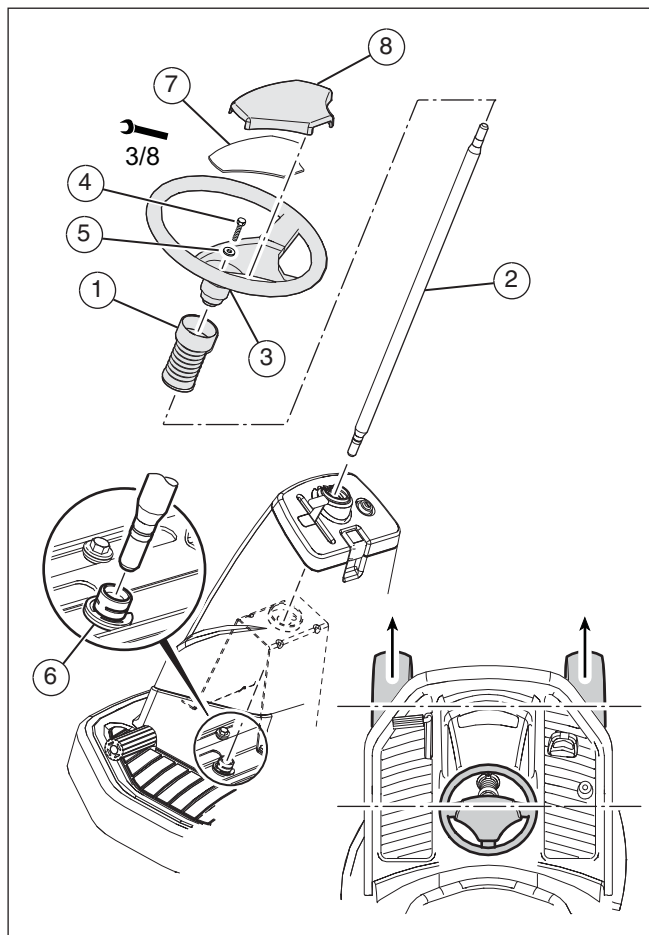

Figura 3
1. Asegúrese de que las ruedas delanteras apunten hacia delante tal y como se muestra en la **Figura 3**.
2. Deslice los fuelles (1, **Figura 3**) por la consola.
3. Deslice e inserte el poste de dirección (2) en la consola.